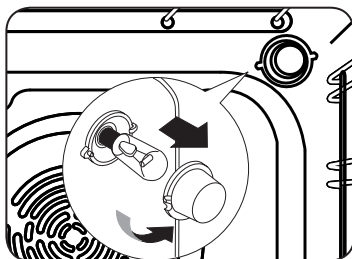

Fig. 42
- Remover a cobertura de vidro da lâmpada, girando no sentido anti-horário [Fig. 42].